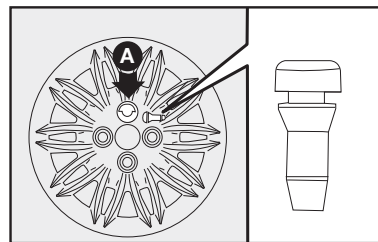

fig. 16
- Colocar a calota cuidando para que o símbolo □, na parte interna, fique em correspondência com a válvula, e dessa maneira o furo maior da calota **A-fig. 16** passe pelo parafuso já fixado.